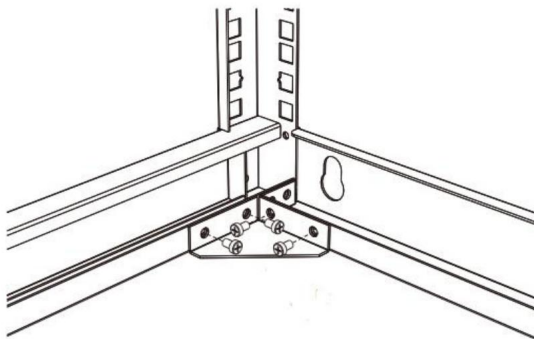

Figura 2
2. Posizionare i pezzi angolari (4) sull'angolo del telaio anteriore (1), del telaio posteriore (2) e della trave di profondità (3). Ci sono 8 punti che devono essere installati. Fissare con 4 viti autofilettanti M5*10 (8) su ciascun pezzo angolare (4). (Figura 2).